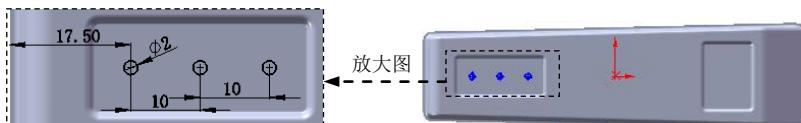

图 12.2.44 横断面草图
② 定义横断面草图。在草图环境中绘制图 12.2.44 所示的横断面草图。